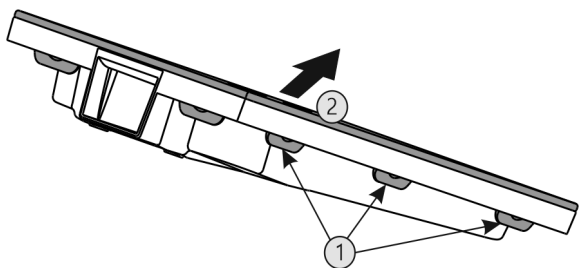

Fig. 53
- ▶ Последовательно нажать на все наклейки Fig. 53 (1) и снять крышку Fig. 53 (2).